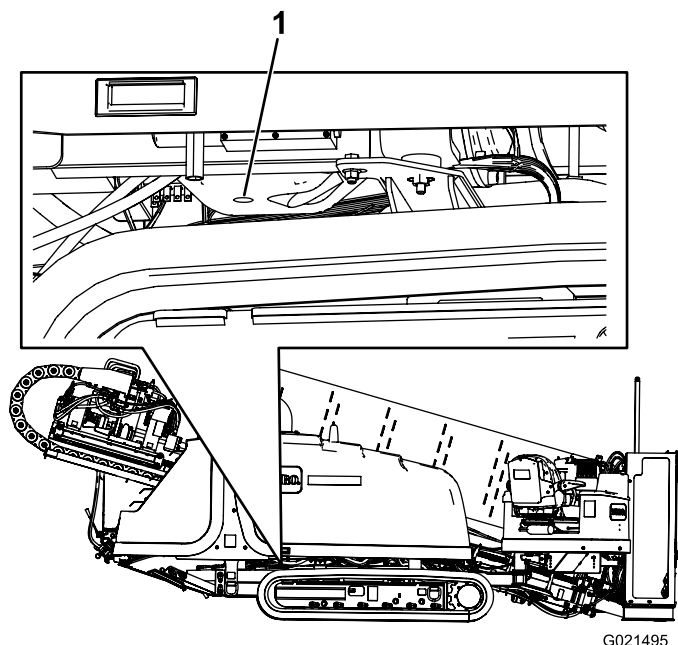

Figura 125
2. Retire o bujão de drenagem (Figura 125).
7. Instale o bujão de drenagem em seu orifício (Figura 125).